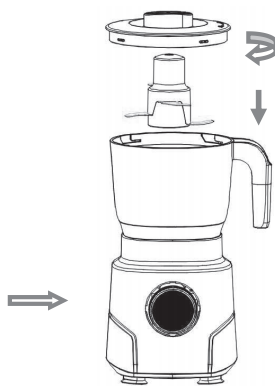
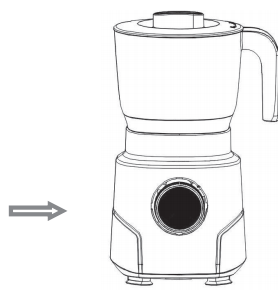

Fig 8
Fig 9
(3) Alignez la fente en croix du bloc de lames en S avec la partie plate de l'arbre rotatif du boîtier d'engrenages, puis insérez-le dans le gobelet. Ajoutez ensuite les ingrédients et tournez le couvercle du bol hachoir dans le sens des aiguilles d'une montre pour le fixer. Le couvercle du bol est correctement installé lorsque vous entendez un « clic » (voir Fig. 8/ Fig. 9).